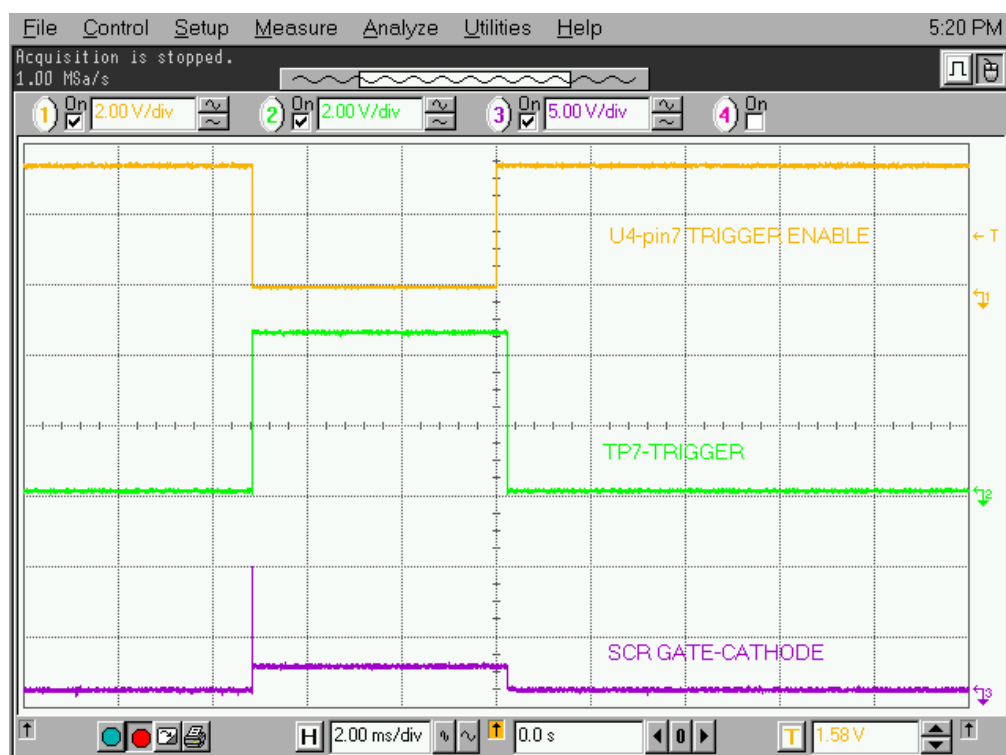
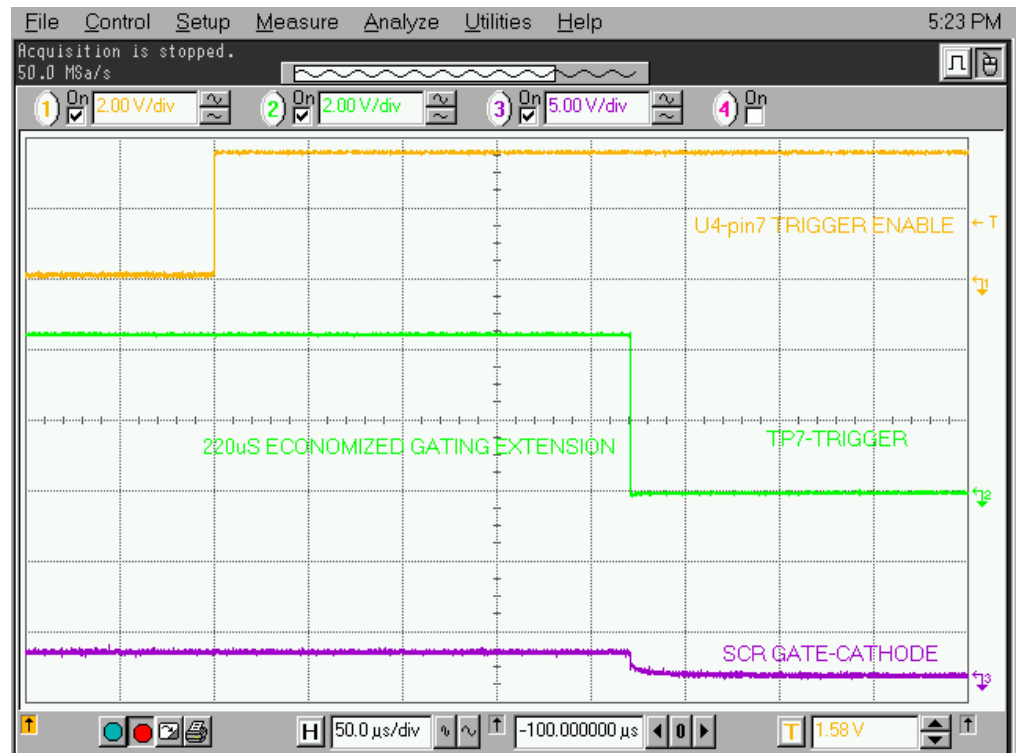

図 5.39 SCR ゲーティングパルスへの「V Sense」トリガ
図 5.40 拡張した SCR ゲーティングパルスへの「V Sense」トリガ
22. 60 Hz、33%デューティサイクル信号を 0~+2Vのレベルで、TB1-2 入力とCOM間にかける。その信号が図 5.39および図 5.40のような波形であることを確認する。図 5.40でU4-7 番ピンパルスの立上り部時間とTP7 信号の立下り部時間は 220μS、+/-20μS以内であることを注意する。